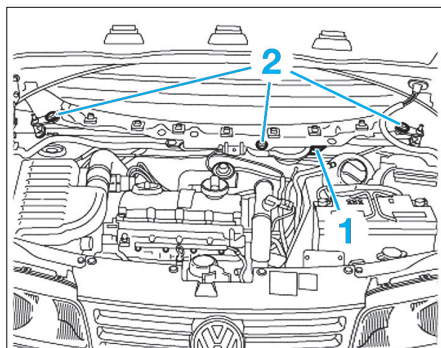

Fig. 43
- Débrancher le connecteur (1) (Fig.43).